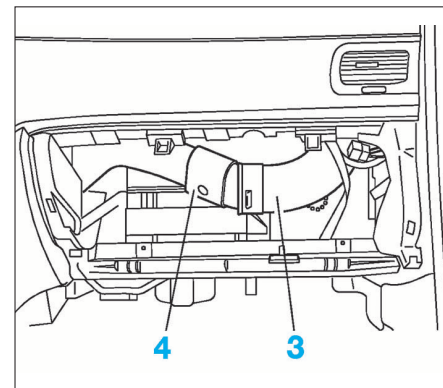

FIG. 7
- Déboîter les conduits d'air (3) et (4) (Fig.7) et les déposer.